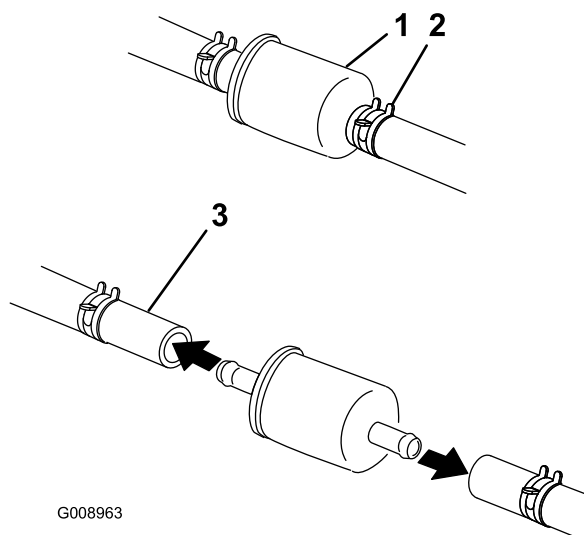

Figure 58
4. Fermez le robinet d'arrivée de carburant sous le siège (Figure 58).
5. Pincez les extrémités des colliers et faites glisser ceux-ci pour les éloigner du filtre (Figure 58).
7. Posez un filtre neuf et rapprochez les colliers de fixation du filtre (Figure 58).